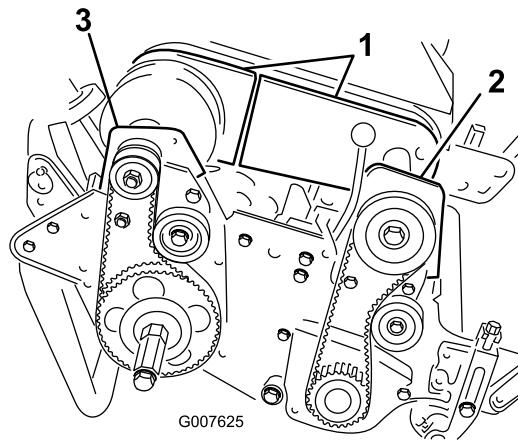

Figura 42
le sezioni della copertura in modo da scoprire la cinghia (Figura 42).
- Togliete i 2 bulloni e i dadi di bloccaggio che fissano la sede frizione anteriore alla piastra laterale (Figura 42).
- Togliete i 2 bulloni e i dadi di bloccaggio che fissano la sede cuscinetto posteriore alla piastra laterale (Figura 42).